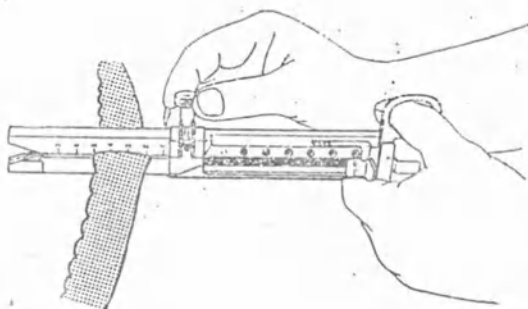

Рис. 13. Сжатие органа до зазора прошивания
7.2.2. Свести губки сшивателя до фиксации половин клеммальной ручкой, и поворотом ручки установить зазор прошивания, обеспечивающий герметичность шва (рис. 13).